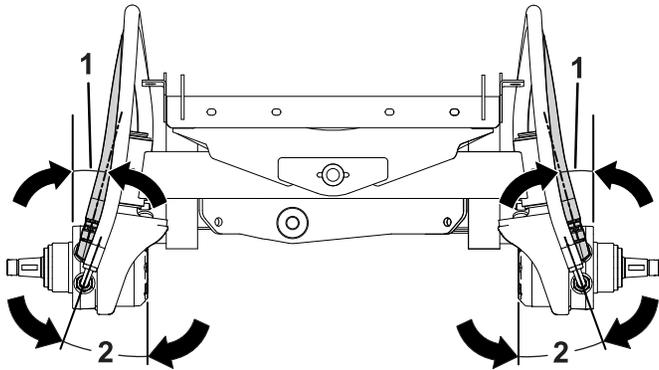

Figura 12
4. Ajuste el acoplamiento de codo de 90° en un ángulo de 15°, tal y como se muestra en la Figura 12.
8. Ajuste el codo de la manguera de 90° en un ángulo de 20°, tal y como se muestra en la Figura 12.
Nota: Asegúrese de mantener los ángulos tal y como se muestra en la Figura 12.